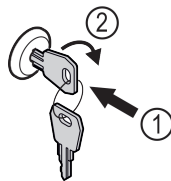

Fig. 169
- ▶ Introduceți cheia prin apăsare. Fig. 169 (1)
- ▶ Rotiți cheia cu 90° în sensul acelor de ceasornic. Fig. 169 (2)